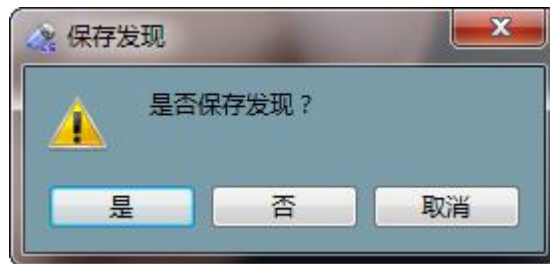

图 4-135 保存发现提示界面
2. 在进行软件退出操作时，如果病例报告被修改，则弹出图 4-135 保存发现提示界面，点击**是**，进行保存发现操作，点击**否**，不保存发现并退出软件；点击**取消**，取消软件退出操作。